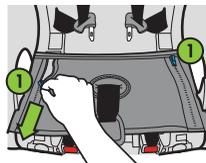
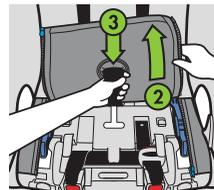

Figure 138a
Figure 138b
Si votre siège est équipé d'un attrape-miettes, comme le montre la **Figure 138a**, décompressez chaque fermeture éclair (1), puis soulevez l'attrape-miettes (2), en tirant la sangle d'entrejambe hors de l'attrape-miettes (3) comme l'indique la **Figure 138b**.